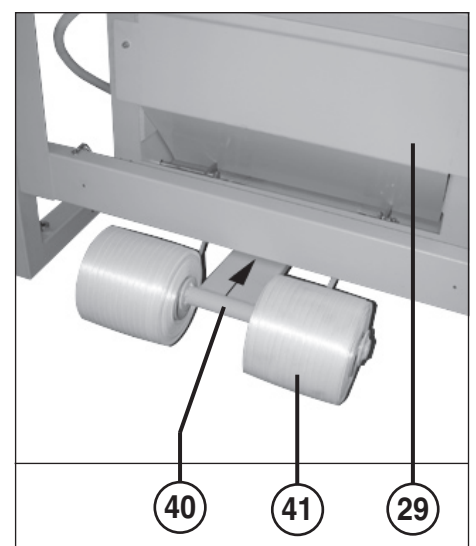

Fig. 5
- 29 = Chapa de cubierta (fig. 5)
- 40 = Soporte del rollo de la cinta (fig. 5)
- 41 = Rollo de la cinta (fig. 5 y 17)
MONTAJE DE LOS ROLLOS DE CINTA (fig. 5):